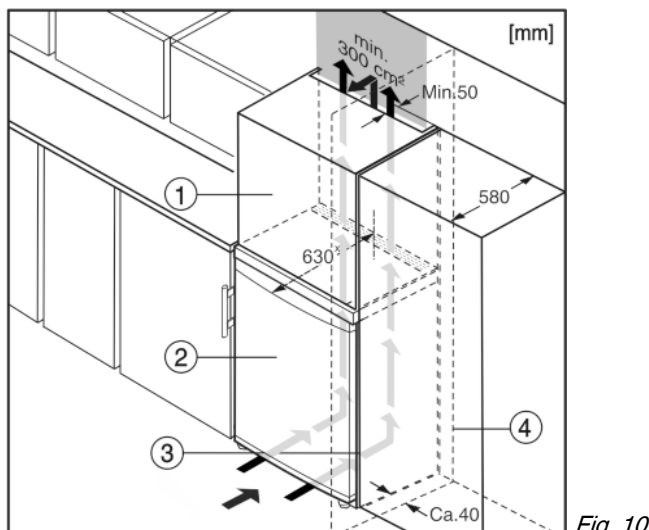

Fig. 10
L'apparecchio può essere incassato in mobili da cucina. Per adattare l'apparecchio Fig. 10 (2) all'altezza della cucina componibile, è possibile applicare sopra l'apparecchio un mobile da appoggio Fig. 10 (1).
Si la cocina posee armarios (profundidad máx. 580 mm), el aparato se puede colocar directamente junto al armario de cocina Fig. 10 (3). El aparato sobresale 34 mm^x por los lados y 50 mm^x en el centro del aparato respecto al frente del armario de cocina.
Se l'apparecchio con cerniere viene installato accanto ad una parete Fig. 10 (4), la distanza minima fra l'apparecchio e la parete deve essere almeno di 40 mm, che corrisponde alla sporgenza della maniglia con la porta aperta.